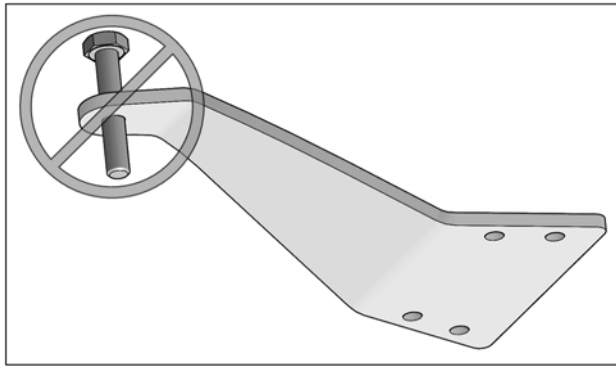

Fig. 15
**ATTENTION: Assurez-vous d'insérer le boulon dans le bon sens. Voir la Fig. 15**